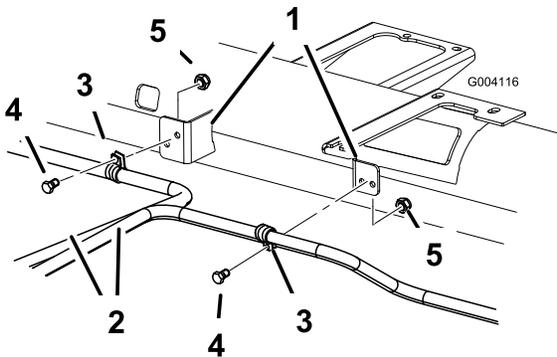

図 13
1. 油圧チューブを、機体のフレームに 図 13 のように固定する取り付け作業の開始時に取り外した R クランプとねじ2本、およびロックナットを使用する。